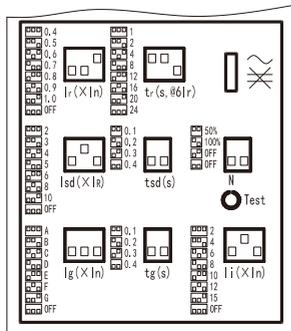
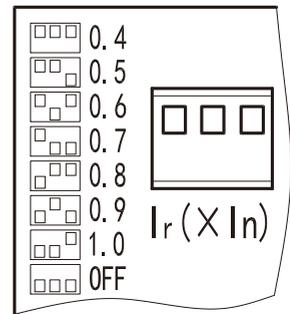

图86 四段保护调节拨码
图88 $I_r = 0.4I_n$
② 设置状态：四段保护设定值由拨码调节设定，将拨码按照其左侧形状进行上下调节，则可实现对应参数的更改，示例见图86~图88更改保护参数须在缺省界面进行，若不在缺省界面进行更改保护参数，则修改之后须按“返回”键，设定值才能实现变更。